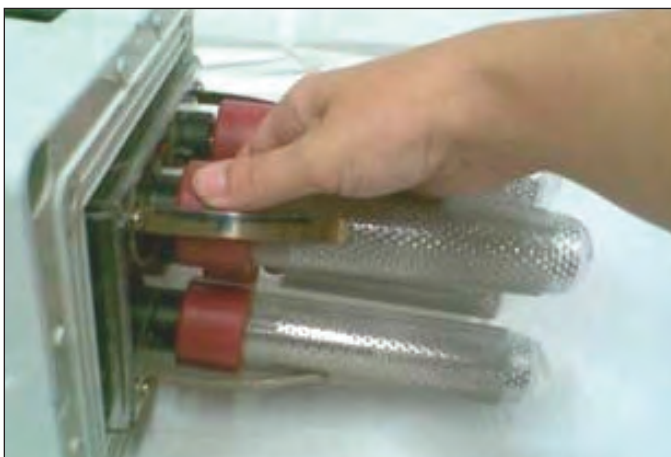
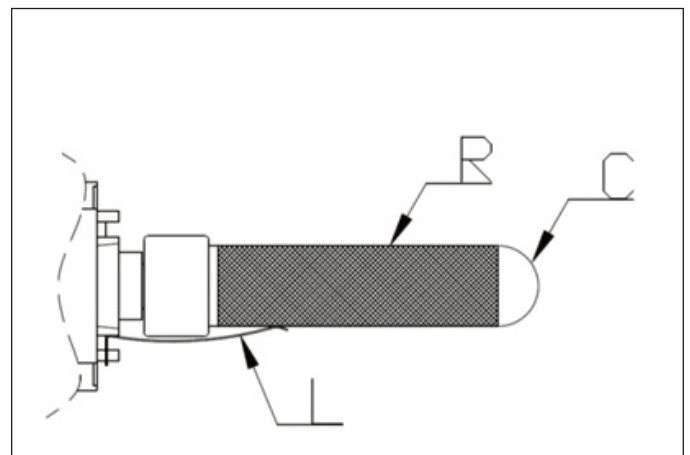

fig. 41
fig. 42
- 4) Svitare delicatamente il condensatore al quarzo (C fig. 42) agendo sulla bussola in plastica rossa alla base del condensatore (fig. 41).
- 5) Sfilare la rete (R fig. 42) esterna al tubo: se l'operazione risulta difficoltosa, ruotare leggermente la rete attorno al condensatore al quarzo.
- 4) Gently unscrew the quartz condenser (C fig. 42) using the red plastic bushing at the base of the condenser (fig. 41).
- 5) Remove the mesh (R fig. 42) from the outside of the tube. If the operation is difficult, lightly rotate the mesh around the quartz condenser.
- 10) Riposizionare la rete metallica sul condensatore sovrapponendola alla griglia interna e controllare che la linguetta (L fig.42) sia a contatto con la stessa e la preme contro il vetro al quarzo del condensatore (C).
- 10) *Reset the metal mesh on the condenser overlapping the inner grill and check the tab (L fig. 42) is in contact with the metal net and push it against the glass of the capacitor (C).*